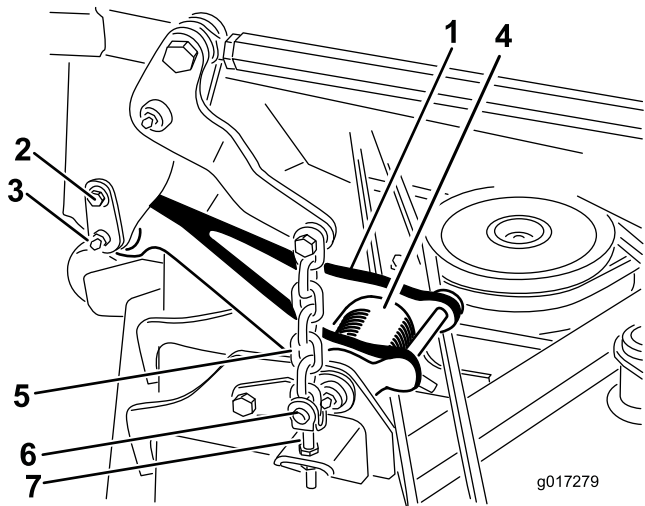

Figura 2
Nota: Cuando el cortacésped está en la posición elevada, la tensión del muelle de torsión de la biela de tiro es menor (Figura 2), de modo que es mucho más fácil desconectar las bielas de tiro de la máquina.
2. Desconecte la biela de tiro de cada lado de la máquina (Figura 2).
- A. Retire el tornillo de cuello largo que sujeta el pasador de retención al bastidor de tiro (Figura 2).
- B. Retire con cuidado el pasador de retención del bastidor de tiro y de la biela de tiro (Figura 2).
6. Retire los 4 pasadores de anilla y las chavetas que sujetan las cadenas de elevación a las horquillas de ajuste del cortacésped (Figura 2).
2. Instale los 4 pasadores de anilla y las chavetas para sujetar las cadenas de elevación del cortacésped a las horquillas de ajuste del cortacésped (Figura 2).
5. Alinee la biela de tiro con el bastidor de tiro y sujete la cadena con el pasador de retención (Figura 2). Sujete el pasador de retención al bastidor con el tornillo de cuello largo (Figura 2).